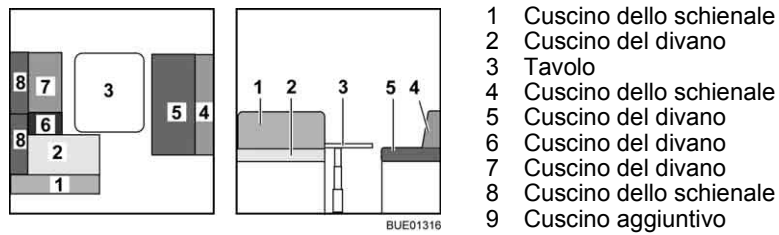

Fig. 142 Prima della trasformazione
- Trasformare il tavolo (Fig. 142,3) in struttura di supporto letto (vedi paragrafo 6.10).
- Rimuovere i cuscini dello schienale (Fig. 142,1, 4 e 8) e riporli.